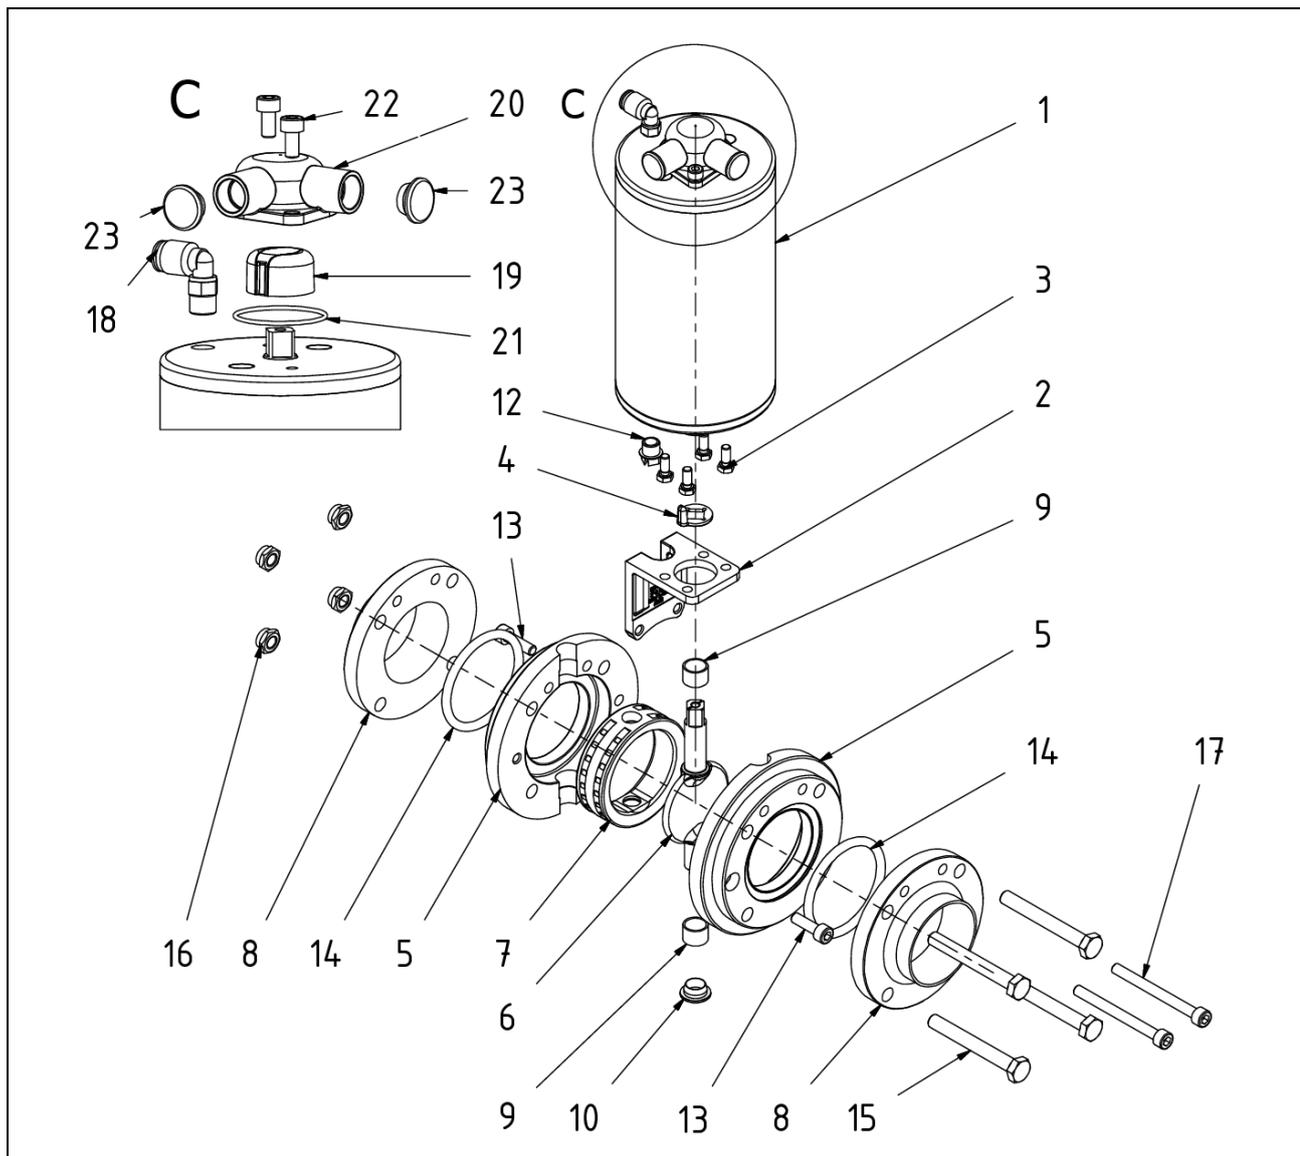

Abb. 6.4: Aufbau Kompaktscheibenventil mit pneum. Antrieb VMove
- Verschrauben Sie das Ventil mit den Außenflanschen mit Hilfe der Sechskantschrauben (Abb. 6.4, Pos. 15) und Sechskantmuttern (Abb. 6.4, Pos. 16).
Für die Nennweiten DN 10, 15, 20 entfällt Pos. 18. Hier wird die Haltekonsole mit den Sechskantschrauben (Abb. 6.4, Pos. 15) mitbefestigt.